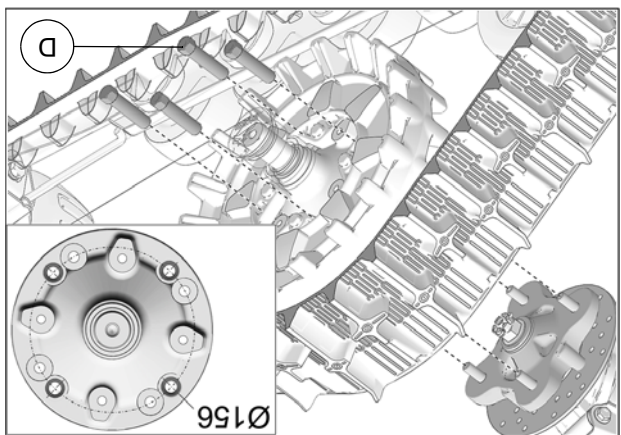

Fig. 24
13. Fixer le système de traction au moyeu de roue arrière. Utiliser le cercle de perçage de Ø156 mm et les écrous de roue M12 (D) fournis. Voir la Fig. 24